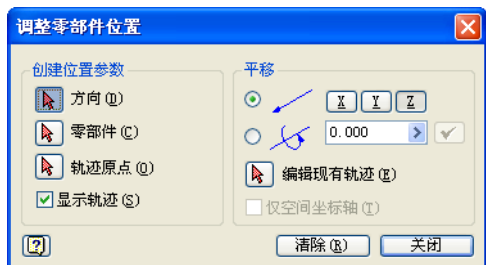

图 12-82 “调整零部件位置”对话框
①单击【表达视图】标签栏【创建】面板上的【调整零部件位置】工具按钮，打开【调整零部件位置】对话框，如图 12-82 所示。